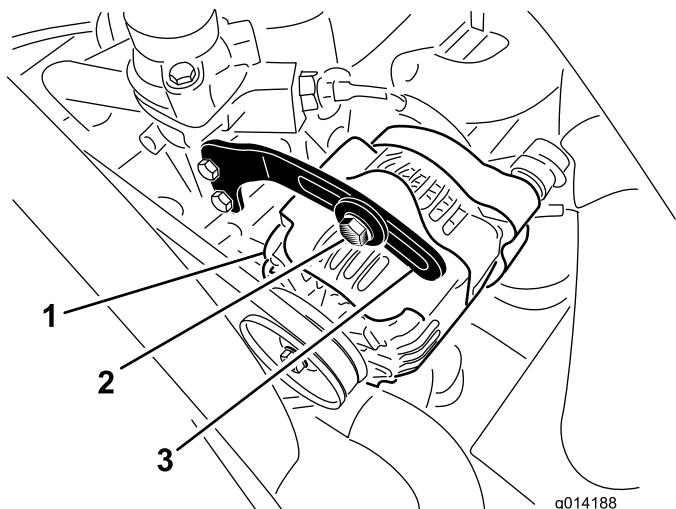

図 49
2. オルタネータ側プーリとクランクシャフト側プーリ間の中央部(図 49)でベルトを指で 10 kg程度の力で押して点検する。
3. ブレースをオルタネータ (図 49) に固定しているボルトと、オルタネータのピボットボルトをゆるめる。